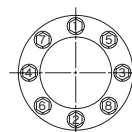

図2 クランプねじ締付け順序
3. トルクレンチを使用し、最終締付けトルクMsまで1/3、2/3、3/3と数回に分け徐々に対角線上にクランプねじを締付けます。(図2参照)
4. トルクレンチで、対角線上にあるクランプねじを少しずつ締付けていき、Msまで締めてください。(図2参照)